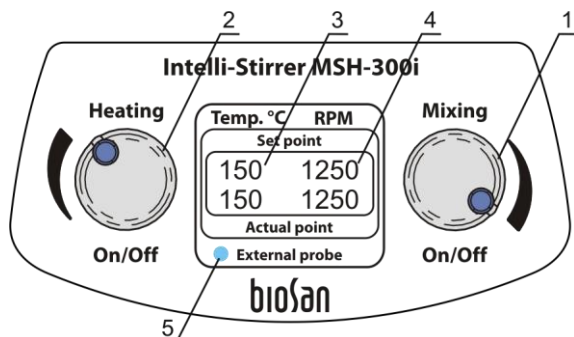

Fig. 2. Panneau de configuration
- dans la ligne supérieure **Set point** : indication du mode de température (OFF) ou la température précédemment réglée (fig.2/3) d'une surface chauffante ou d'un liquide (si la sonde externe est activée) et la vitesse définie de l'élément d'agitation magnétique (fig.2/4) ;
- 4.5. En utilisant le bouton **Heating** (Fig. 2/2), activez le chauffage (**On**) et réglez la température requise (entre 30 et 330 °C).
Le voyant lumineux de la sonde externe s'allumera sur le panneau de configuration (fig.2/5), indiquant que le contrôle de la température est maintenant effectué au moyen de la sonde externe.
En utilisant le bouton **Heating** (Fig. 2/2), activez le chauffage (**On**) et réglez la température requise pour le liquide (dans la plage comprise entre 20 et 150 °C).
Attention ! Le voyant (Fig. 2/5) clignotant indique que la sonde externe n'est pas plongée dans le liquide, tandis que la plaque a atteint sa température maximale de 340 °C. Cela peut provoquer un cas d'urgence, par conséquent plongez la sonde externe dans le liquide ou mettez l'appareil hors tension.
- 4.8. En utilisant le bouton **Mixing** (Fig. 2/1), activez le mode de mélange (**On**) et réglez la vitesse requise (dans la plage comprise entre 100 et 1 250 tpm)